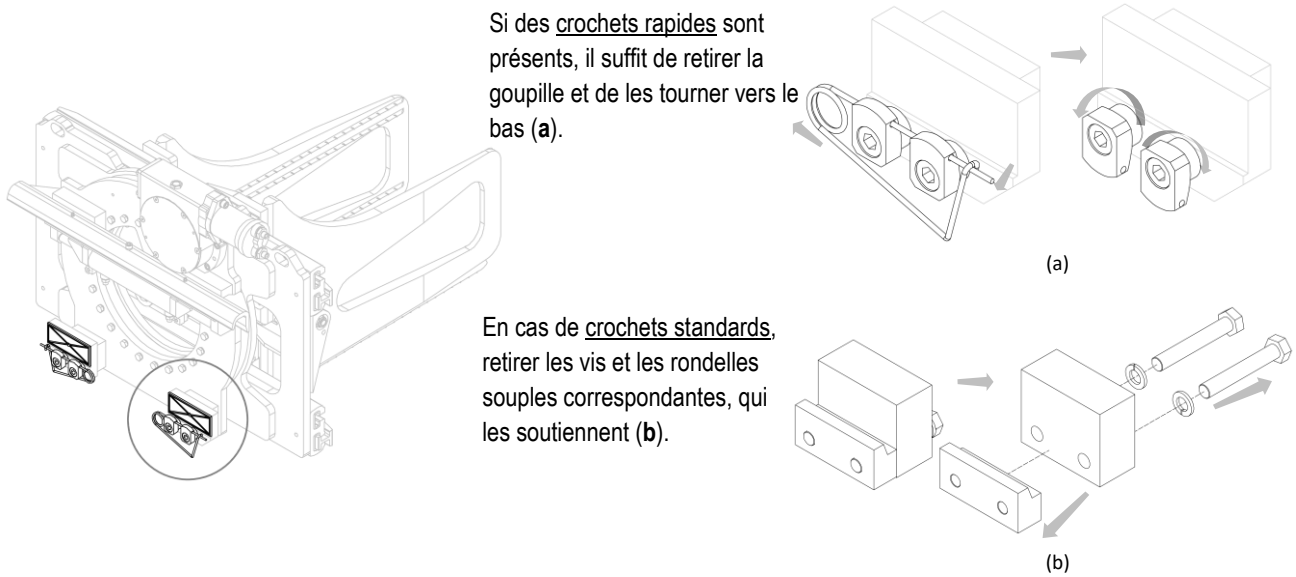

Figure 7
5. Retirer les crochets inférieurs de l'équipement et graisser les lardons de guidage (voir Figure 7).